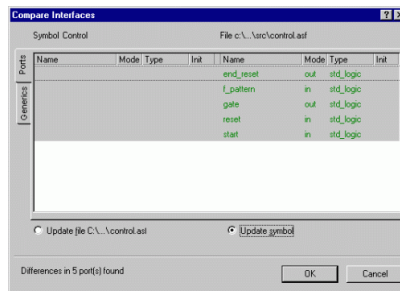

Рисунок 1.45 – Вікно Compare Interfaces
- 1.2.8.2 Внизу вікна **Compare Interfaces**, що з'явилося, встановіть настройку *Update symbol* і клацніть ОК (рис.1.45).